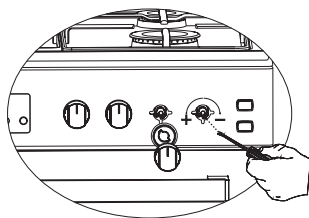

Figura 6
5. Pentru ultimul control, aduceți arzătorul atât în poziția de flacără mare cât și în poziția redusă și verificați dacă flacăra este aprinsă sau oprită. În funcție de tipul de robinet de gaz utilizat în aparatul dvs., poziția șurubului de reglare poate varia. Pentru a regla cuptorul la tipul de gaz, efectuați cu atenție reglarea pentru flacără redusă rotind cu o șurubelniță mică, așa cum se arată mai jos pe șurubul din mijlocul robinetelor de gaz, precum și schimbarea duzei. (Figura 6 și 7)